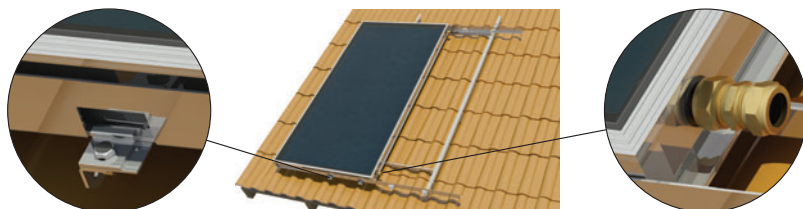

Figura 2.16
- 6 In caso di due collettori, posizionare prima quello sinistro sulla parte inferiore sollevando la parte superiore. Posizionare i bulloni con gli otto elementi di fissaggio in alluminio. Quando il collettore è posizionato, avvitare leggermente i bulloni M8 con i dadi e gli elementi di fissaggio in alluminio in modo da fissarlo leggermente per facilitare il corretto posizionamento. Posizionare i raccordi agli angoli del collettore. (Figura 2.16).